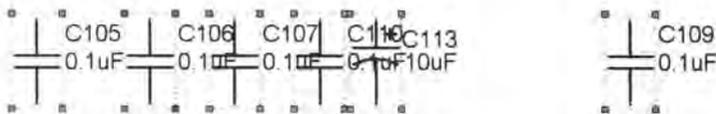

图 3-54 顶部对齐
- [2] 执行【Edit】/【Align】/【Align Top】命令,或者在编辑窗口中按 **A** 键,在系统弹出的菜单中执行【Align Top】命令,则选中的元器件以最上边的元器件为基准顶部对齐,如图 3-54 所示。